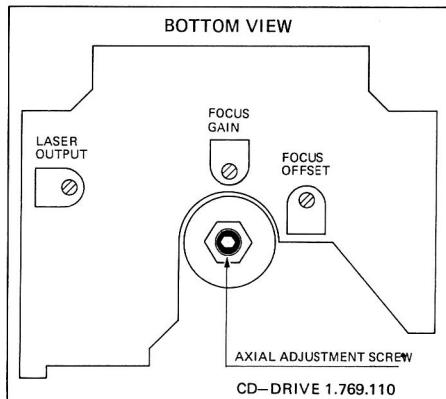

Fig. 4.13
- Mit Trimmstempotentiometer LASER OUTPUT (auf Laufwerk 1.769.100.35/.36, Fig. 4.13/.14) die Spannung an R63 auf 500mV +/- 50mV einstellen.